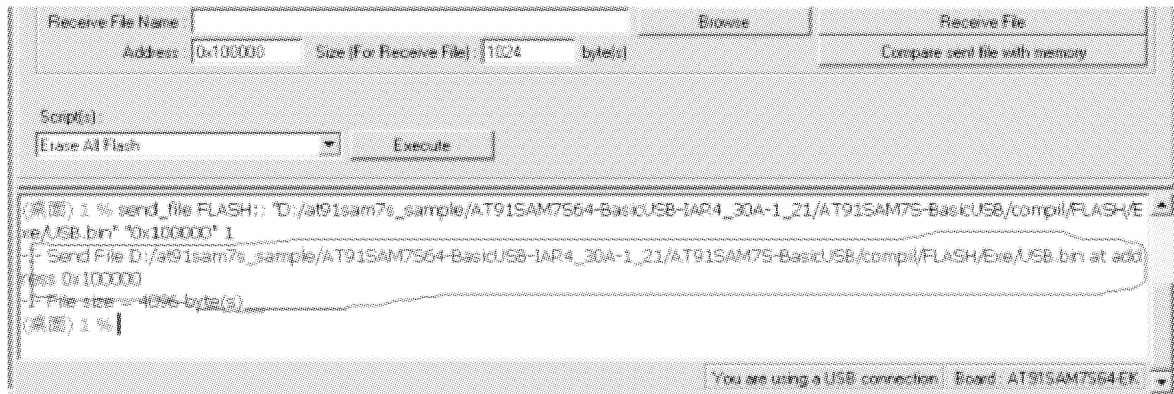

图 5.5 更新程序界面
7)点击“Send File”按钮,然后出现要求确认解锁 FLASH 区域的对话框,点击“yes”,下载完成后,在底部的信息窗口出现如图 5.5 所示内容。